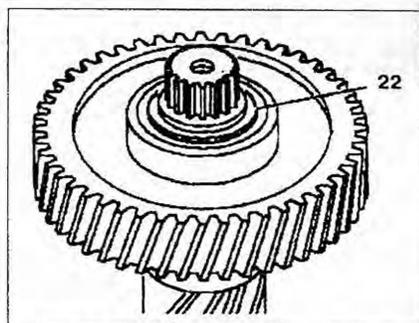

Рис. 4.95. Установка регулировочных прокладок **22**.
6. Установите регулировочные прокладки **22** необходимой толщины при установке промежуточного вала (рис. 4.95).